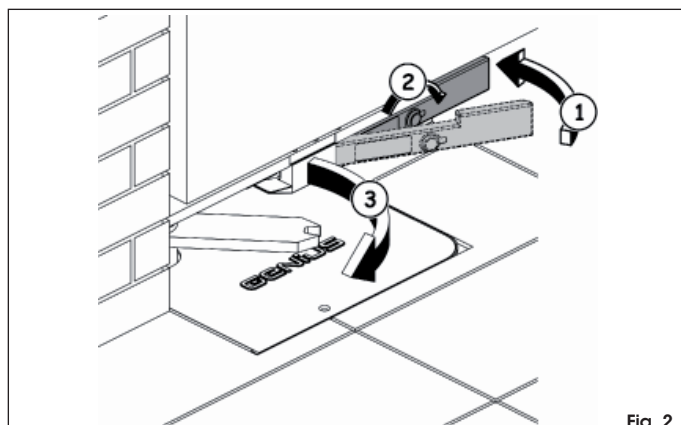

Fig. 2
- Hebel wieder eindrücken (Abb. 2 Bez. ①)
- Schlüssel in das Schloß einstecken und bis zum Anschlag gegen die Pfeilrichtung drehen (Abb. 2 Bez. ②)
- Torflügel manuell betätigen, bis das Elektroschloß in den Verriegelungsbügel einrastet (Abb. 2 Bez. ③)